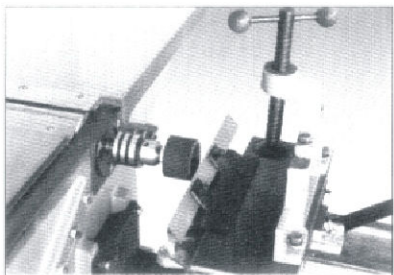

Рис. 20
7.1 Следите за состоянием ножей и их положением на режущей головке. Ножи должны быть заточены равномерно по всей длине режущей кромки и закреплены на головке так, чтобы кромка ножей при вращении не выступала над поверхностью стола (10) более чем на 1,5 мм.
Для заточки затупленных ножей используйте заточное приспособление, закрепляемое на трехосевом столе (30) (см. рис. 20). Приспособление крепится на верхней части стола под сверлильным патроном и обеспечивает заточку ножа под требуемым углом. Разместите нож на заточном приспособлении, установите в патрон точильный камень (поставляемый к комплексу). Включите станок и введите нож в соприкосновение с точильным камнем. Перемещайте стол до тех пор, пока режущая кромка ножа не будет заточена по всей длине. Повторите операцию с остальными двумя ножами. Выработавшие ресурс ножи должны быть заменены на новые, при этом замена должна производиться комплектно (одновременная замена трех ножей).